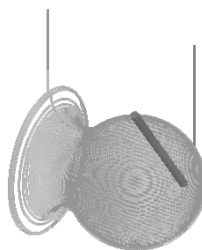

图 4-15 线框仿真加工
- 3) 直接单击左键，系统便开始线框仿真，如图 4-15 所示。